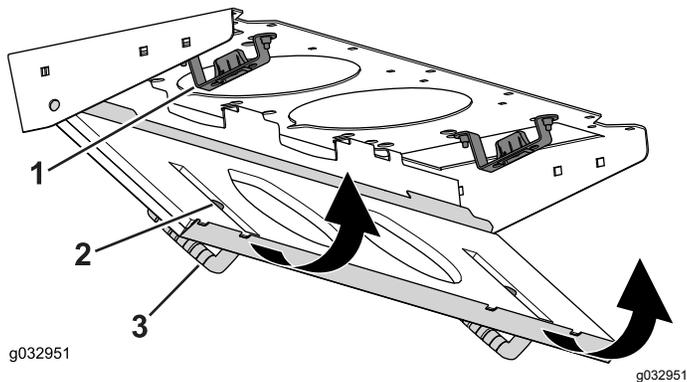

Figura 136
4. Gire la rejilla del filtro sobre las pestañas hasta que el cierre se enganche en el soporte (Figura 136).